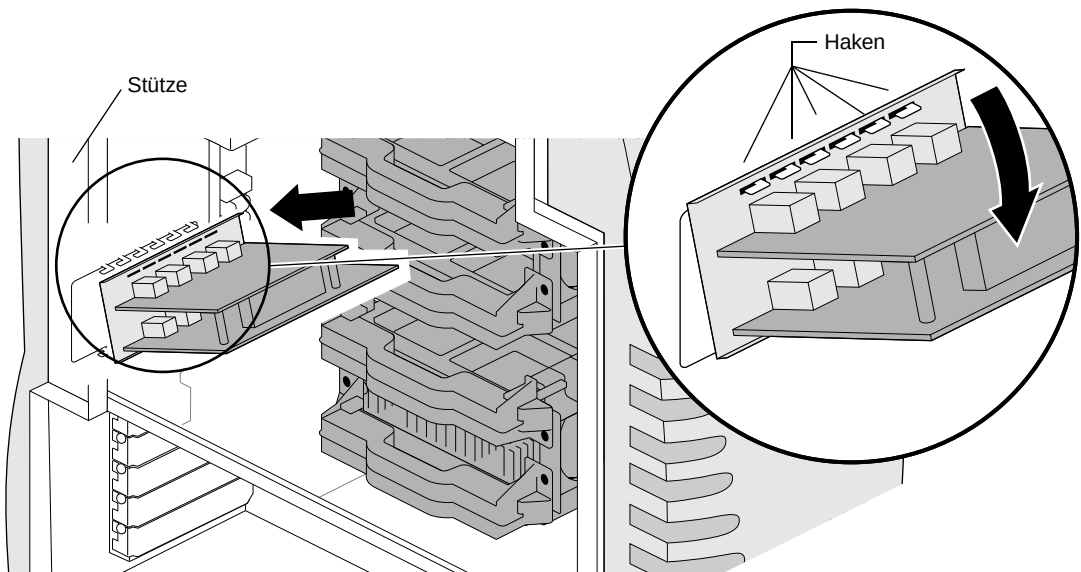

Abbildung 5-17 Installieren der Silicon Graphics SD1100-Erweiterungskarte
8. Die Schlitzte, die sich über den Anschlüssen auf der Silicon Graphics SD1100-Karte befinden, werden in die Haken am Gehäuse eingehängt, um die Silicon Graphics SD1100-Karte zu fixieren. Siehe Abbildung 5-17.